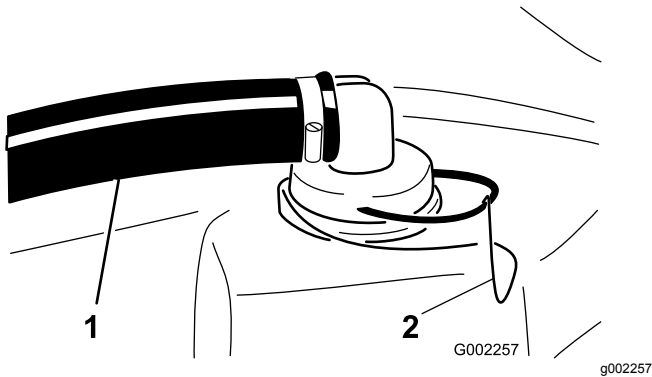

Figure 16
2. Au sommet de la cuve du pulvérisateur, retirez l'étrier de fixation qui maintient le raccord de flexible sur le grand flexible et le logement de la crépine (Figure 16).
3. Retirez le flexible et le raccord du logement de la crépine (Figure 16).